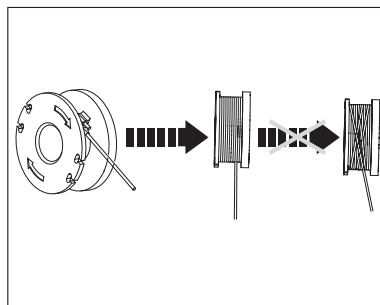

Fig. 36
9. Enrolle firmemente el resto del hilo de corte en el carrete siguiendo la dirección indicada por las flechas estampadas en este (Fig. 36).